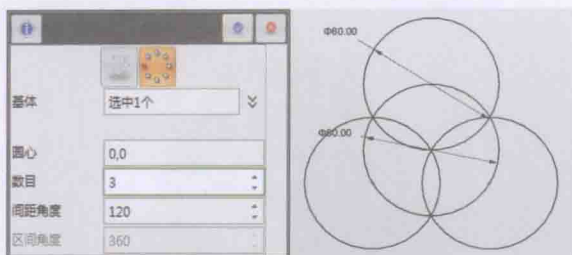

图 1-3-5
2. 使用圆形阵列命令 ，以(0,0)点为圆心，得到如图 1-3-5 三个间距角度相等的圆。